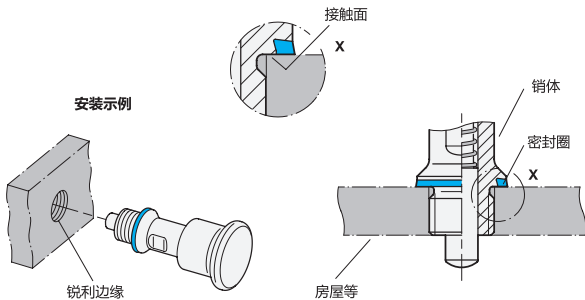

图 2
- 在制作安装孔时必须使密封圈内的金属凹槽尽可能完全靠在下方的表面上，以便能够对块（金属挡块）张紧（公差为 $+0.05/+0.2$ ）。密封圈必须完全靠在下方的表面上（图 2）。